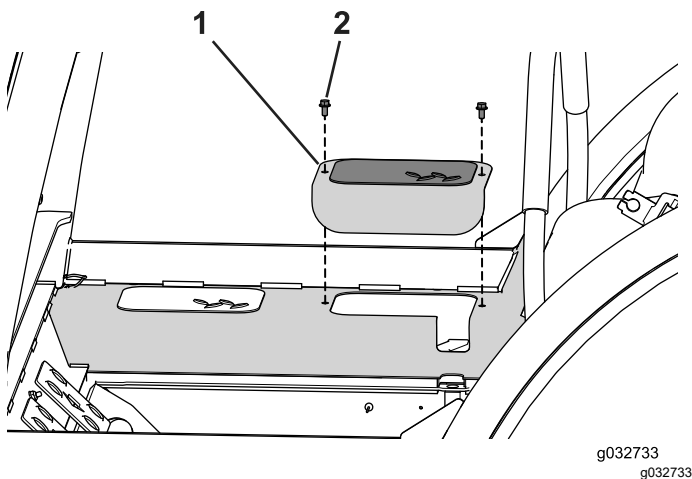

Figure 112
2. Retirez les 2 boulons qui fixent le couvercle d'accès de chaque côté de la machine (Figure 112).